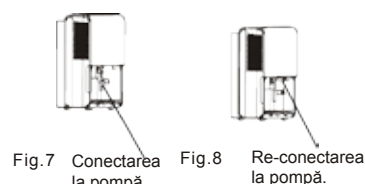

Fig. 7 Conectarea la pompă
- Dacă furtunul de la pompă cade atunci când scoateți sertarul cu apă (Fig. 7), reinstalați furtunul corect înainte de a pune sertarul la loc (Fig. 8).